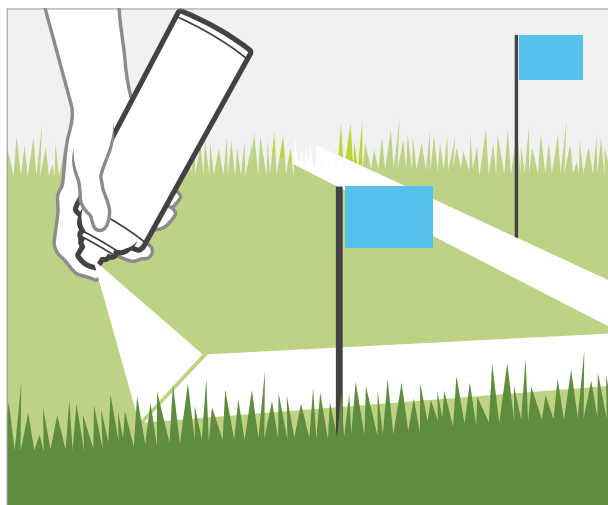

Figure 1
1. À l'aide de la peinture de marquage en aérosol et de petits drapeaux, indiquez les canalisations entre le point de raccordement et les regards d'électrovannes. Marquez la disposition du système d'arrosage *Figure 1.*